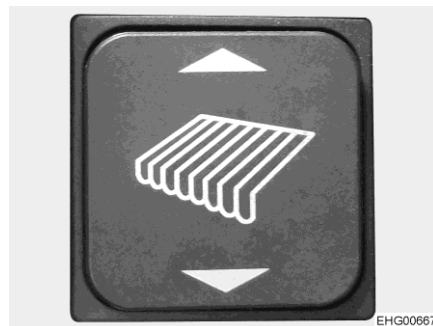

Fig. 48 Interruptor basculante del toldillo (zona de entrada)
- Pulsar el triángulo inferior del interruptor basculante (Fig. 48) hasta que el toldillo haya alcanzado la posición deseada.
- Retraer el toldillo hasta aprox. 1 m. Para ello, pulsar el triángulo superior del interruptor basculante (Fig. 48).